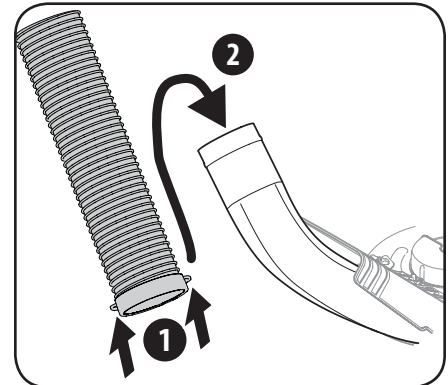

Figure 4-16
2. Saisissez le boyau de la goulotte par les poignées qui se trouvent sur la partie inférieure du boyau. Placez le boyau de la goulotte par-dessus le coude de la goulotte installé sur le plateau de coupe. Voir Figure 4-16.